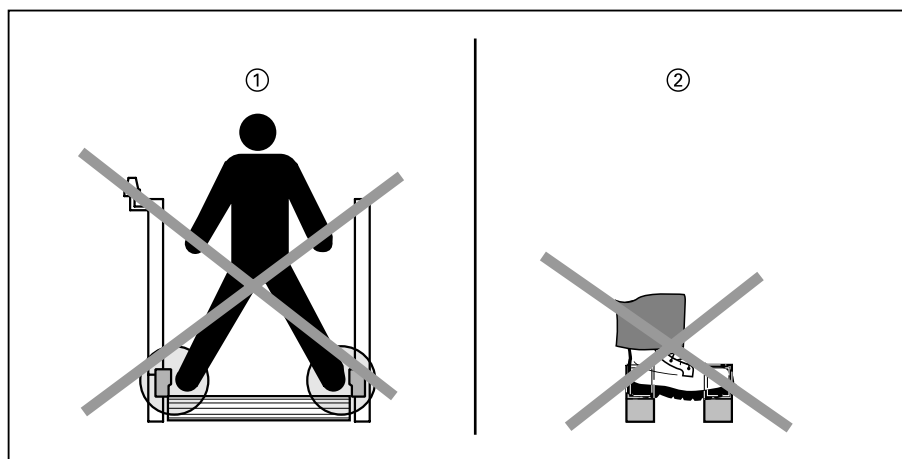

Fig. 2-1- : Agencement des capteurs d'inhibition
- Les capteurs d'inhibition doivent être disposés de telle manière que l'inhibition ne puisse pas être provoquée involontairement par une personne (voir *fig. 2-1*).